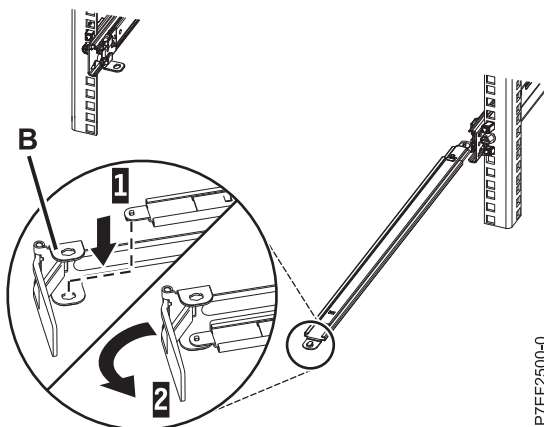

Abbildung 10. Kabelträgerhaltewinkel am Stützarm befestigen
- Suchen Sie die Bohrung an der unteren inneren Ecke des L-förmigen Kabelträgerhaltewinkels (B). Setzen Sie das lose Ende des Stützelements so an, dass die Sperrzunge an der Unterseite seiner Spitze an der Bohrung der Halterung ausgerichtet ist. Setzen Sie die Lasche in die Bohrung ein (1) und drehen Sie die Halterung (2), um sie am Stützarm zu befestigen. Einzelheiten finden Sie unter Abb. 10.